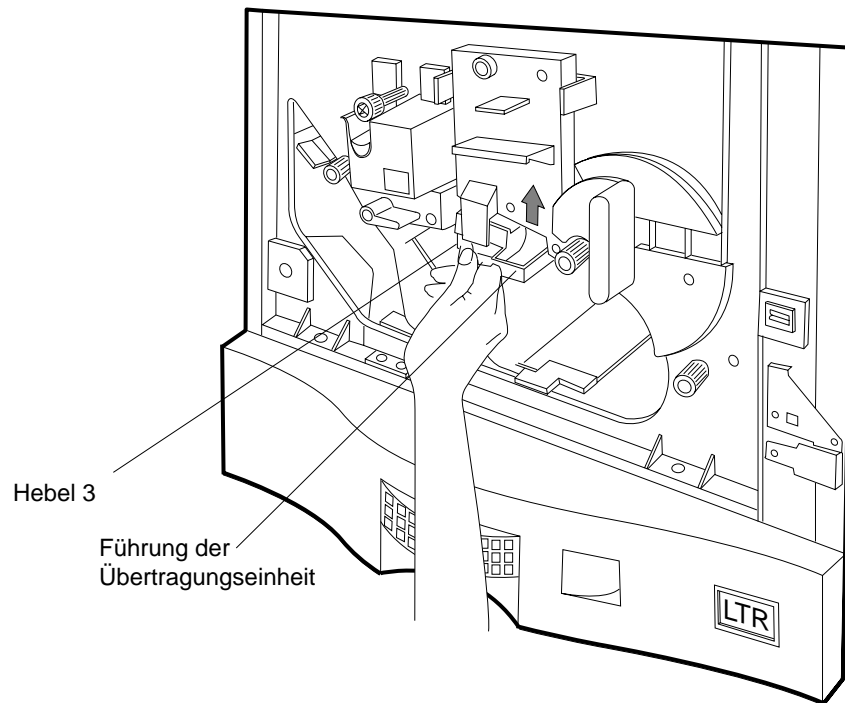

Abbildung 5-12 Sichern der Übertragungseinheit
2. Sichern Sie die Übertragungseinheit, indem Sie den Hebel 3 anheben (siehe Abbildung 5-12).